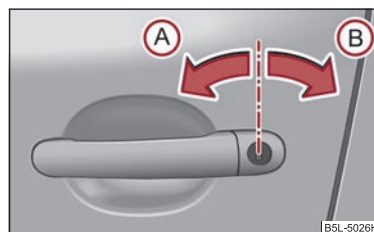

Fig. 25 Rotirea cheii pentru descuriere și încuiere
- Rotiți cheia în butucul ușii șoferului în poziție de deschidere (A) ⇒ fig. 25.
- Rotiți cheia în încuietoria ușii șoferului în poziție de încuiere (B) ⇒ fig. 25. ▶